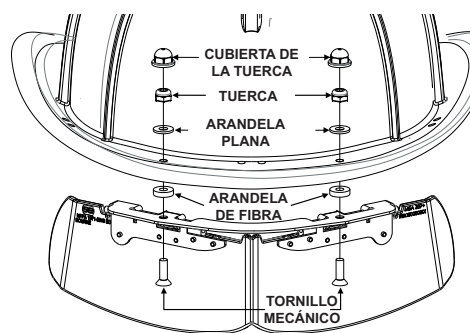

Fig. 5 Montaje de la visera plegable Bourke en los cascos 1010/1044/880
- (4) Con los herrajes suministrados, monte la visera plegable Bourke en el casco correspondiente como se muestra en la Fig. 5 y en la Fig. 6.
- (5) Quite la cubierta protectora de los lentes.